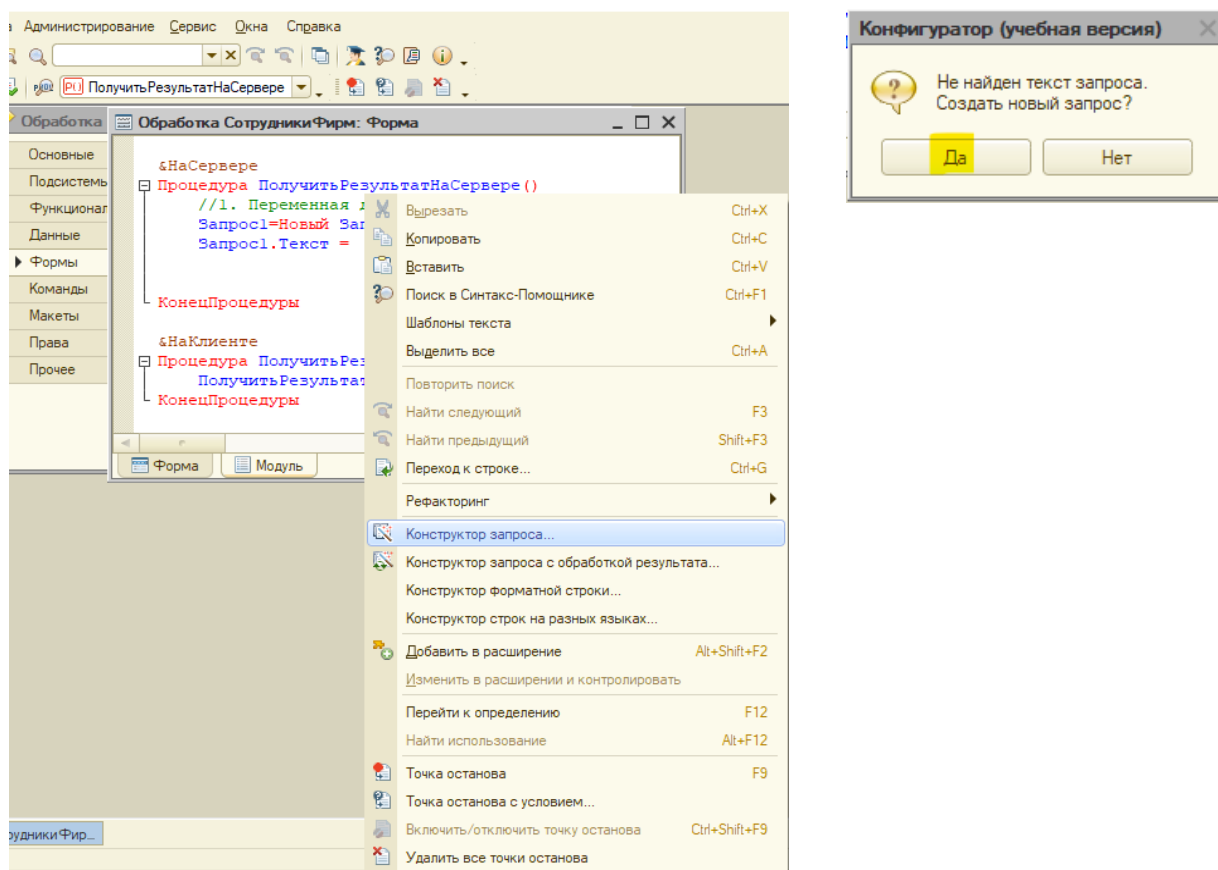

Рис. 5.43. Вызов конструктора запроса
12. Для вызова конструктора запроса нажмем правой кнопкой мыши на область после знака равенства (определяем то место, где в последствии будет автоматически написан наш запрос). В контекстном меню выберем пункт «Конструктор запроса» и в появившемся окне на вопрос «Создать новый вопрос?» ответим ДА (рис. 5.43).